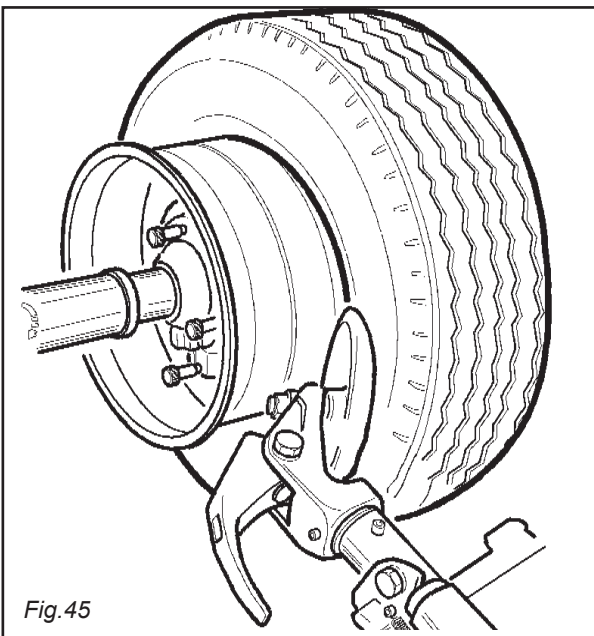

Fig. 45
20) Ruotare l'autocentrante e contemporaneamente avanzare con il disco stallonatore fino alla completa fuoriuscita del pneumatico dal cerchietto (Fig. 45)